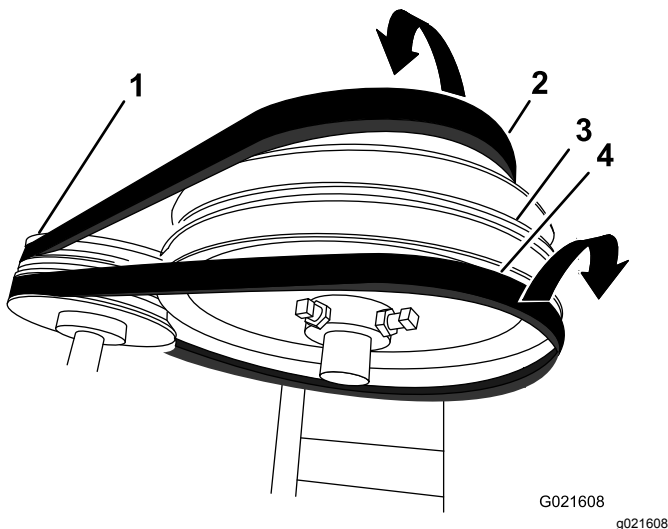

Figura 38
4. Deslice la correa delantera hacia adelante y retírela de la polea tensora (Figura 38).
5. Deslice la correa trasera hacia atrás y retírela de la polea tensora (Figura 38).